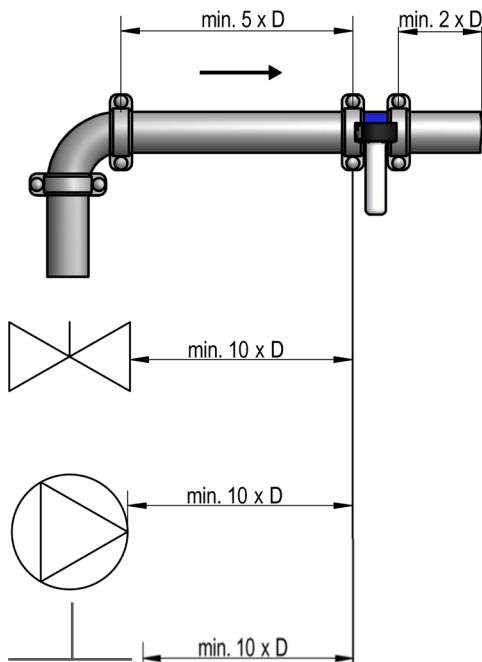

Abb. 3 Ein- und Auslaufstrecke
Werden Pumpen oder Ventile vor der Messblende installiert, ist eine Beruhigungsstrecke von min. $10 \times D$ (gemessen von der Pumpe / Ventil) und eine Auslaufstrecke von min. $2 \times D$ notwendig (Abb. 3).
- » Eine Einlaufstrecke von min. $10 \times D$ ist bei der Verwendung von Pumpen, Ventilen oder T-Stücken einzuhalten, wobei min. $5 \times D$ als gerade Einlaufstrecke direkt vor der Messblende vorhanden sein muss (Abb. 3).